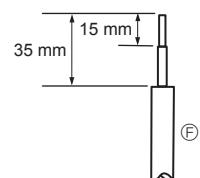
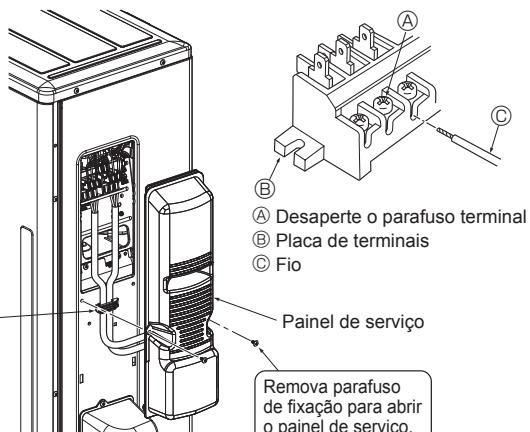

Fig. 6-2
Fig. 6-3
6.1. Unidade exterior (Fig. 6-1, Fig. 6-2, Fig. 6-3)
- ① Retire o painel de serviço.
- ② Ligue os cabos referentes à Fig. 6-1, Fig. 6-2 e Fig. 6-3.
- Faça as ligações tal como demonstrado no diagrama, na parte inferior esquerda. (Obtenha o cabo a nível local) (Fig. 6-2)